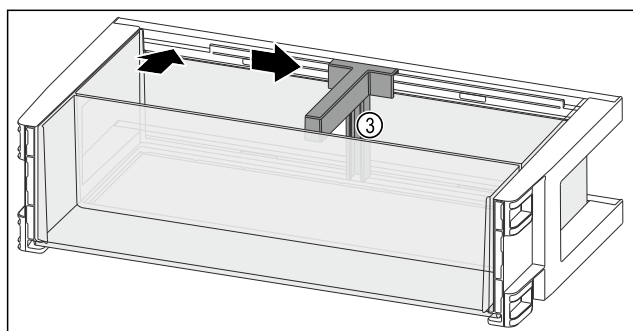

Fig. 127
- ▶ 将瓶托 Fig. 127 (3) 装入槽中。
- ▶ 将瓶托 Fig. 127 (3) 推至一侧的所需位置。